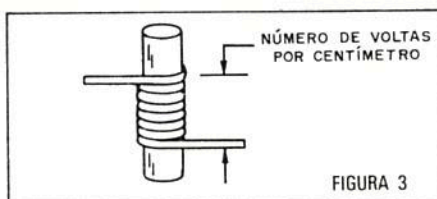

FIGURA 3
4) Número de espiras por centímetro - quando enrolamos uma bobina com espiras adjacentes é muito importante saber quantas espiras do fio usado teremos em cada centímetro linear desta bobina. Isso influi não só no cálculo da indutância como também na escolha do tipo de forma a ser usada. (figura 3)